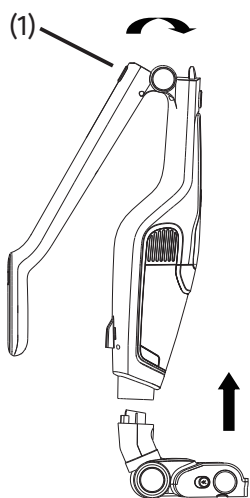
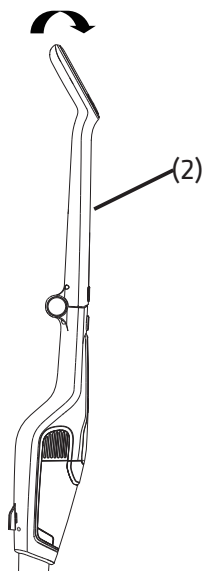

Fig. 3-1a
Fig. 3-1b
Sett gulvbørsten inn i kroppen ved å følge pilen vist i 3-1a. Når utløserknappen (1) låser på kroppen, dreier man håndtaket (2) og setter det inn i kroppen. Hvis man må folde sammen håndtaket, dreier man håndtakets utløserknapp (1). (Se Fig. 3-1a/ Fig. 3-1b)